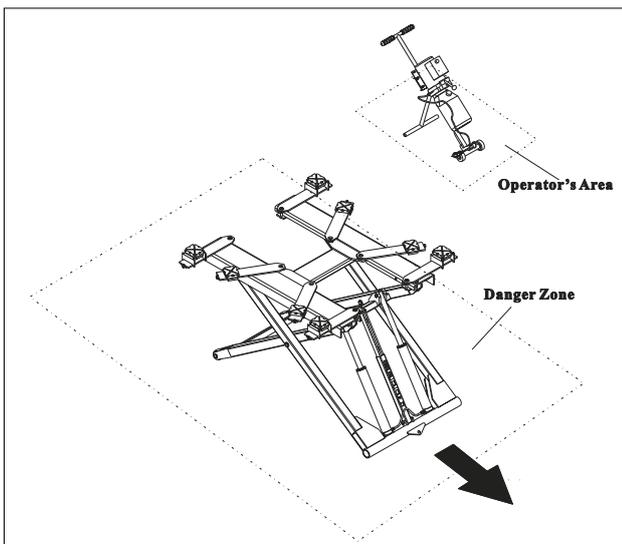

Fig. 3
- Não entre na zona de perigo quando os veículos estiverem sendo elevados. (Fig. 3)
Durante as operações de subida e descida, nenhuma pessoa é admitida para trabalhar sob as partes móveis do elevador, deve trabalhar na zona segura. (Fig. 3)